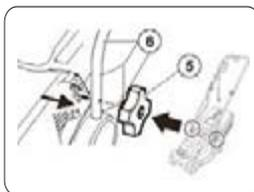

Рис. 2
2. Вставьте нижнюю ручку (6) в болт M8 и зафиксируйте ручку при помощи крепежного элемента (5) (Рис. 2).